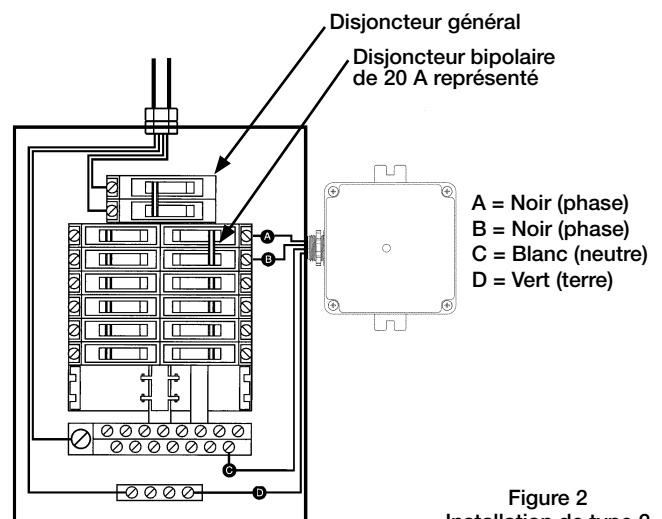

Figure 2
3. Connect the white wire from the SPD to the neutral bus bar in the panel as shown in Figure 2.
- ##### 4. Connect the two black wires to a circuit breaker as shown in Figure 2. For best performance from SPD, the maximum recommended circuit breaker size of 240 V, 20 A, 2-pole should be used.
3. Raccorder le fil blanc du limiteur de surtension à la barre de neutre du tableau, comme sur la Figure 2.
- ##### 4. Raccorder les deux fils noirs à un disjoncteur, comme sur la Figure 2. Pour assurer un fonctionnement optimal du limiteur de surtension, utiliser un disjoncteur bipolaire de 240 V et 20 A, le calibre maximal recommandé.